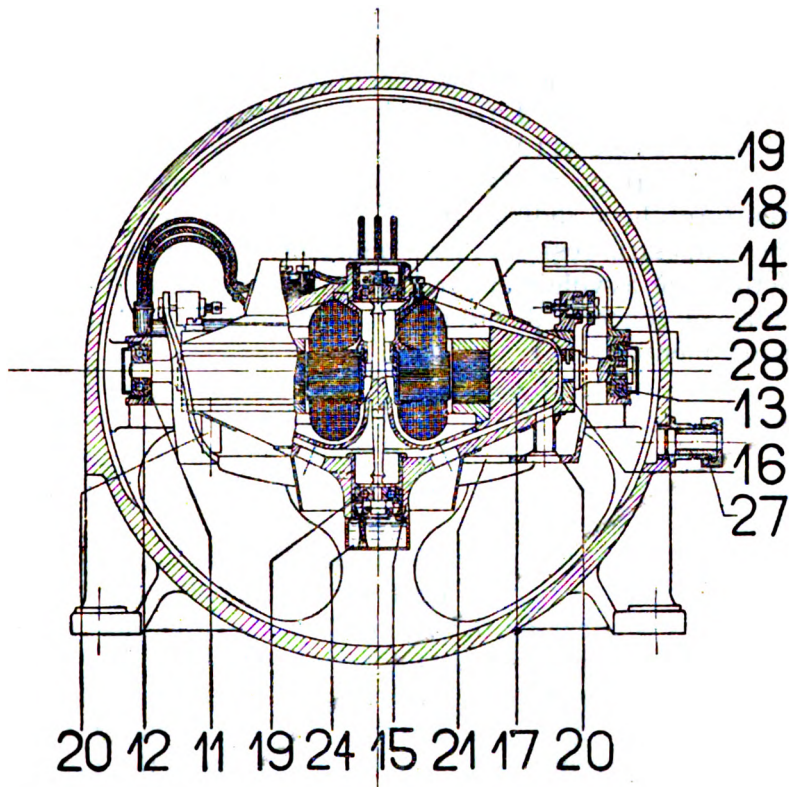

Fig. 7
Nella fig. 7 si vede la sistemazione del giroscopio (numero 17) nella sua custodia (14 e 16).
Energia elettrica e generatore. — Il movimento del giroscopio avviene elettricamente a mezzo di una corrente di 333 periodi. Nella fig. 7, si vede il nucleo (18) che porta lo avvolgimento elettrico (costituisce il magnete fisso della dinamo). La parte ruotante è racchiusa entro il foro di rotazione del giroscopio. La conduttura elettrica va al serrafili sulla sospensione cardanica.